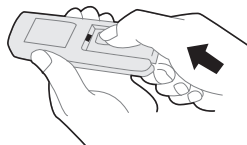

Fig.2
- Skyv av batteridekselet som vist på Fig. 2.